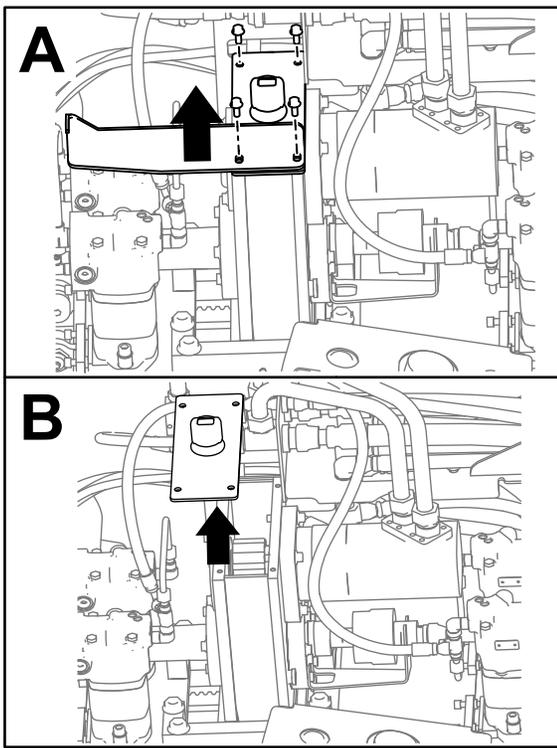

Bild 135
3. Entfernen Sie die vier Schrauben an der Schutzvorrichtungsplatte und dem Getriebe (Abschnitt A in Bild 135).
4. Entfernen Sie die Schutzvorrichtungsplatte (Abschnitt A in Bild 135).
5. Entfernen Sie die Abdeckung am Getriebe und saugen das Öl ab (Abschnitt B in Bild 135).
9. Setzen Sie die Abdeckung auf und setzen die zwei Schrauben ein (Abschnitt A in Bild 135).
10. Setzen Sie die zwei anderen Schrauben ein, mit denen der Deckel am Getriebe befestigt ist (Abschnitt A in Bild 135).